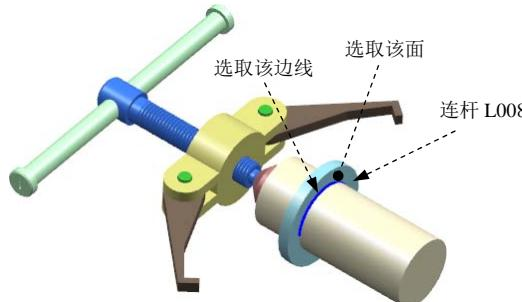

图 10.6.9 定义滑动副（一）
(1) 定义运动副类型。在“运动副”对话框**定义**选项卡的**类型**下拉列表中选择**滑动副**选项。
(2) 选择连杆。选取图 10.6.9 所示的连杆 L008。
(3) 定义原点及矢量。在“运动副”对话框的**指定原点**下拉列表中选取“圆弧中心”选项，在模型中选取图 10.6.9 所示的圆弧为定位原点参照；选取图 10.6.9 所示的面作为矢量参考面，单击**...**按钮。
(4) 单击**应用**按钮，完成第四个运动副的添加。